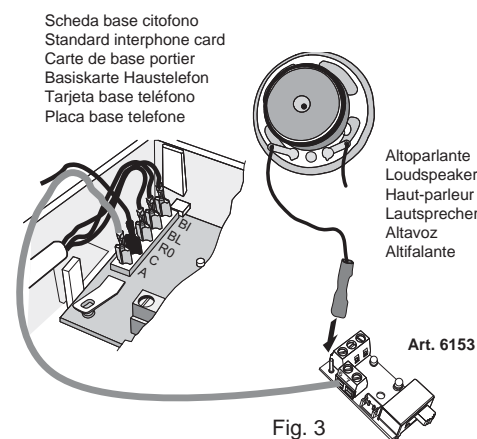

Fig. 3
- 2) Insérer la carte électronique dans l'emplacement approprié (A) et la fixer avec la vis fournie (Fig. 3).
- Inserire il cavetto, precollegato nel morsetto n° 6 dell'Art. 6153, sul piolino "A" del citofono (Fig. 3)
- Insert the wire pre-connected to terminal n° 6 of type 6153, into pin "A" of the interphone (Fig. 3).
- Insérer le fil, pré-raccordé à la borne n° 6 de l'Art. 6153, sur l'ergot "A" du portier (Fig. 3).
- Conectar el cable, conectado al borne n° 6 del art. 6153, a la clavija "A" del teléfono (fig. 3).
- Das zuvor an Klemme Nr. 6 von Art. 6153 angeschlossene Kabel an Pin „A“ des Haustelefons anschließen (Abb. 3).